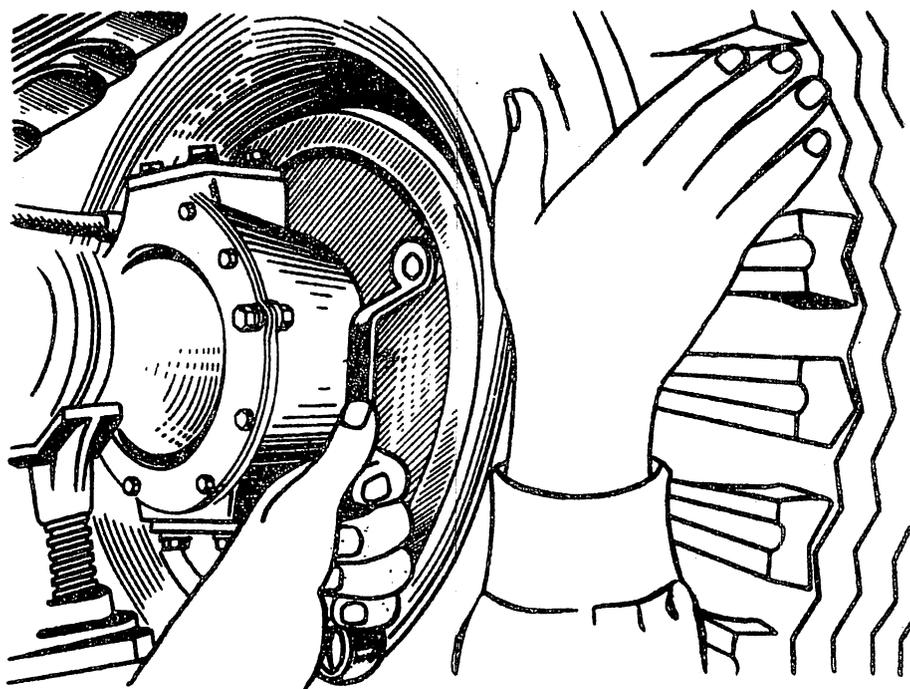
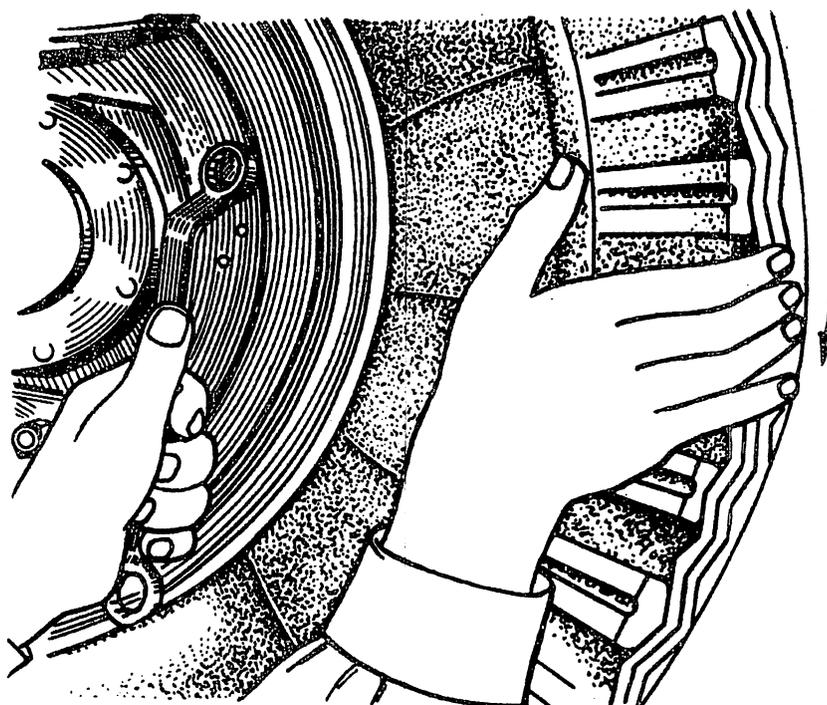

Abb. 32. Einstellen der Vorderradbremse
Abb. 33. Einstellen der Hinterradbremse
5. Die anderen Bremsen der Räder werden wie beschrieben eingestellt. Beim Regulieren der Bremsen der Vorderräder (Abb. 32) und der vorderen Backen der Bremsen der Hinterräder (Abb. 33) ist das jeweilige Rad vorwärts, und beim Regulieren der hinteren Backen der Hinterradbremmen rückwärts, zu drehen.